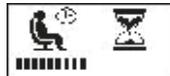

Fig.28
6. Uma vez que a classificação do CCA da bateria foi de entrada, pressione [Enter] tecla para iniciar o processo de testes. Referem-se à visualização de Fig.28 abaixo representada.